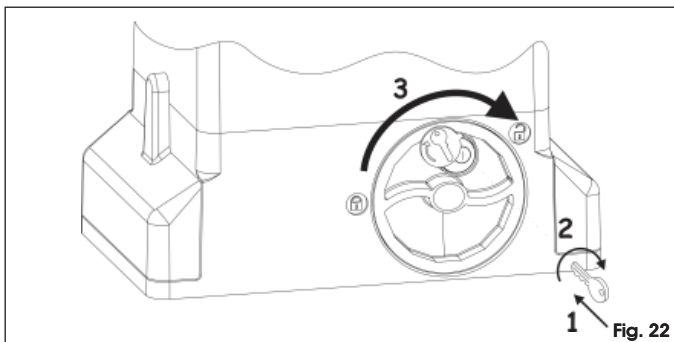

Fig. 22
1. Introduzca la adecuada llave en dotación y gírela en sentido horario como se indica en la Fig. 22 ref. 1 y 2.
2. Gire el sistema de desbloqueo en sentido horario hasta el tope mecánico, Fig. 22 ref. 3.